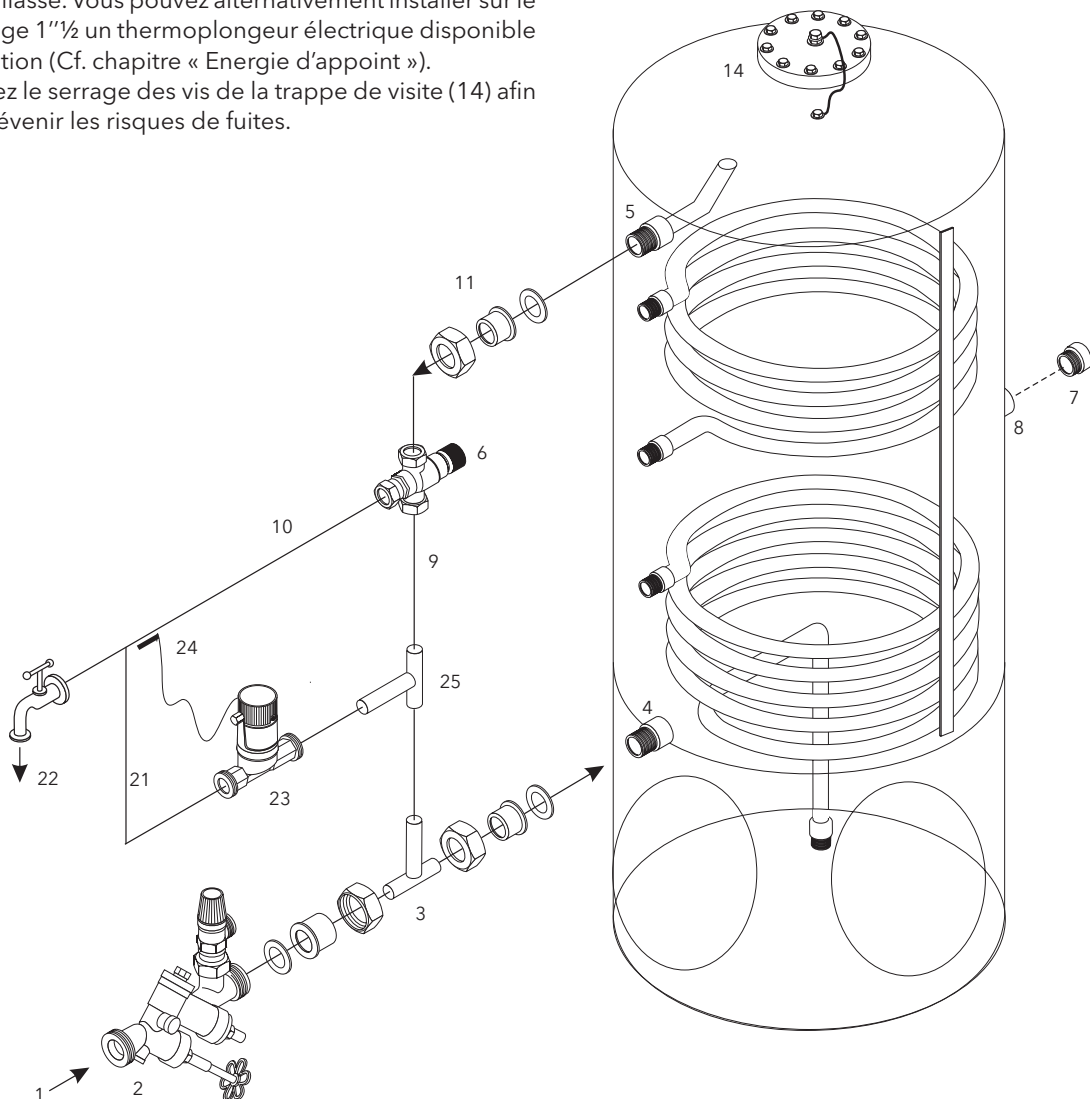

Fig. 21 Raccord d'eau sanitaire du ballon SECUSOL
(1) Manteau isolant; (2) Isolation du couvercle, (3) isolation du socle; (4) Capot du ballon; (5) Régulation solaire; (8) Raccord retour solaire; (9) Trous d'aération; (10) Film de protection pour le transport; (11) Ballon; (12) Palette; (13) Bouchon 1"½; (14) Couvercle trappe de visite; (s) sonde de température ballon; (p) câble de raccord de la pompe; (k) câble de raccord pour la sonde du capteur.
3.6 Raccord eau froide / ECS (Fig. 21)
- Raccordez les arrivées d'eau froide et départ ECS selon les directives locales en vigueur. Nous recommandons de raccorder l'installation au réseau d'eau sanitaire selon la figure 21.
- Conformément à la norme DIN 1988, un groupe de sécurité EF (2) avec un limiteur de pression, une soupape de sécurité et un clapet anti-retour doivent être installés sur l'arrivée d'eau froide (1).
- Impératif: prévoyez l'installation d'un mitigeur (6) en sortie ECS, étant donné que des températures allant jusqu'à 95 °C peuvent être enregistrées en été sur le départ ECS (5). Des risques de brûlure existent! Le raccordement du mitigeur peut s'effectuer à l'aide d'un T (3) entre le groupe de sécurité (2) et le piquage eau froide du ballon (4). Lorsque l'installation d'un mitigeur n'est pas prévue, veuillez limiter la température de consigne du ballon à 60 °C. Attention! L'installation d'un mitigeur est obligatoire en France.
- Le bouchon 1"½ (7) fixé sur la palette doit être vissé sur le piquage 1"½ du ballon (8), l'étanchéité sera faite avec de la filasse. Vous pouvez alternativement installer sur le piquage 1"½ un thermoplongeur électrique disponible en option (Cf. chapitre « Energie d'appoint »).
- Vérifiez le serrage des vis de la trappe de visite (14) afin de prévenir les risques de fuites.